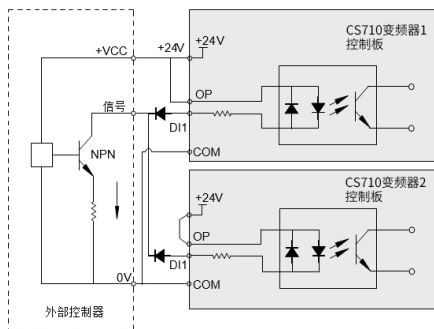

图 3-64 多台变频器 DI 端子并接漏型接线方式
* 此种接线方式下，不同变频器的 DI 端子不能并接使用，否则可能引起 DI 的误动作；若需 DI 端子并接（不同变频器之间），则需在 DI 端子处串接二极管（阳极接 DI）使用，二极管需满足： $IF > 40mA$ 、 $VR > 40V$ ，如图 3-64。